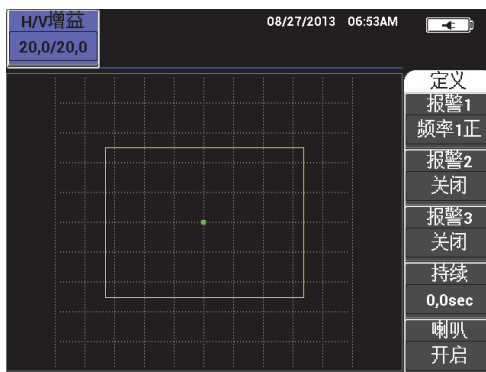

图 5-5 报警极性
- 1. 按功能键 A，然后转动旋钮，选择报警极性。选择了极性后，仪器屏幕上会出现一个报警框（参见第 105 页的图 5-5）。